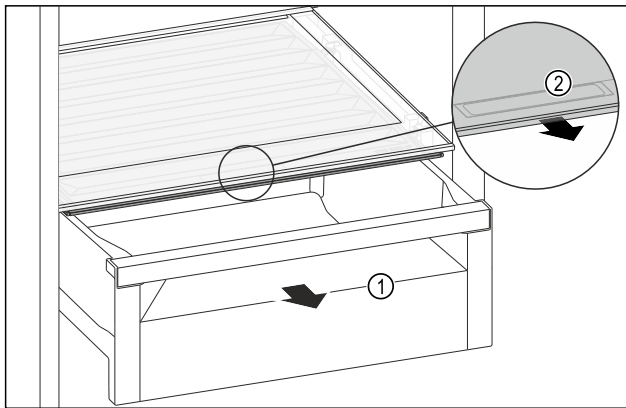

Fig. 155
- Retirer le tiroir Fig. 155 (1).
- Saisir la poignée encastrée Fig. 155 (2) du couvercle du compartiment et tirer le couvercle du compartiment par l'avant.